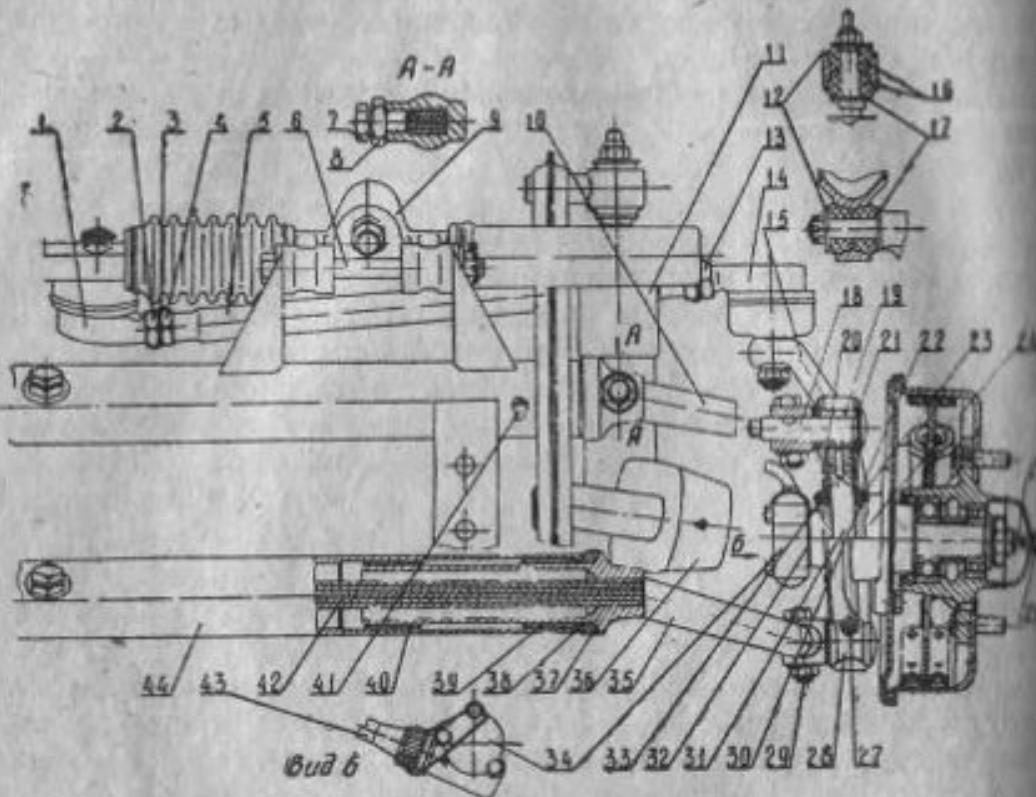

Рис. 31. Передняя подвеска
На мотоколяске СЗД установлена независимая подвеска передних колес (рис. 31). Упругим элементом подвески являются два пластинчатых торсиона 42, каждый из которых состоит из шести листов рессорной стали.
1. Зазоры между рычагами 10, 35 (см. рис. 31) и стойками 28. Зазор должен быть равен 0,1—0,15 мм и обеспечивать свободный проворот пальцев 18 во втулках стойки 19. С увеличением зазора в период эксплуатации его надо уменьшить. Для этого необходимо отпустить гайки болтов 29 и при помощи ключа поворачивать пальцы до тех пор, пока не будет установлен нужный зазор. При этом палец за счет спиральной канавки, имеющейся на нем, притягивает стойку к рычагу.
Для удобства вращения тяги 5 (рис. 31) при регулировке схода колес на ней выполнены отверстия.
а) шкворни и втулки стойки (четыре масленки (рис. 31) позиция 27 через 1000 км пробега);
б) втулки рычагов 39 и 40 (см. рис. 31) (четыре масленки 41) через 6000 км пробега.